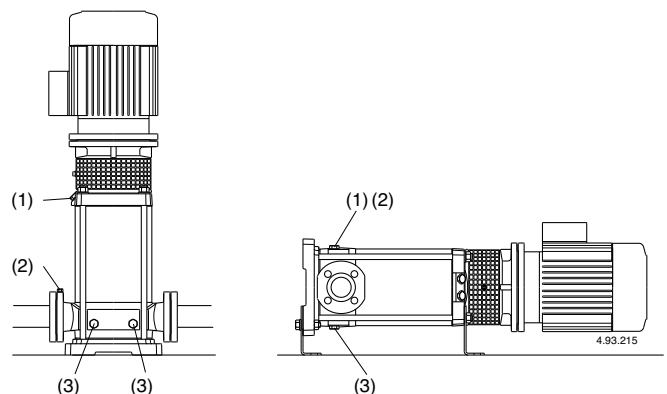

Abb. 3 (1) Auffüllung und Entlüftung:
Bei Installation der **Pumpe über dem Wasserspiegel** (Saugbetrieb, **Abb. 2A**) oder mit zur Öffnung des Rückschlagventils ungenügender Zulaufhöhe (weniger als 1 m) sind Saugleitung und Pumpe durch den Entlüftungsanschluß (1) zu füllen (**Abb. 3**)
(2) Entlüftung Saugleitung
(3) Entleerung
Wenn der **Wasserspiegel auf der Saugseite oberhalb der Pumpe** ist (Zulaufbetrieb, **Abb. 2B**) Absperrschieber in der Zulaufleitung langsam und vollständig öffnen um die Pumpe zu füllen. Dabei Schieber in der Druckleitung und die Entlüftungsöffnungen (1) (2) (**Abb. 3**) öffnen, damit die Luft entweichen kann.
Entlüftungsöffnungen (1) (2) schließen (**Abb. 3**).
Tritt ein Verlust der Wasserförderung (Unterbrechung des Förderflusses trotz offenen Absperrschiebers) bzw. eine vom Druckmaßgerät angezeigte Druckschwankung auf, ist die Entlüftung der Saugseite (2) zu wiederholen, sind die Anschlüsse der Saugleitung auf Dichtheit zu überprüfen und sind der Entlüftungs- (2) und die Entleerungs-Verschlußschrauben (3) auf der Saugseite anzuziehen (**Abb. 3**).
Die Pumpe sollte wie im Fall von zeitweiser Förderung von verschmutzten Flüssigkeiten im Anschluß kurz mit sauberem Wasser durchgespült werden, um Ablagerungen zu beseitigen. Oder es ist nach der Entleerung eine Wäsche vorzunehmen, indem sauberes Wasser (wenigstens 40 Liter) in die Auffüllöffnung (1) Druckseite gegeben wird und aus der Entleerungsöffnung (3) Saugseite austritt (**Abb. 3**).
Wird die Pumpe nicht eingesetzt, so muß sie bei Frostgefahr vollständig entleert werden. Beide Verschlußschrauben (14.12) abnehmen (Pos. 3, **Abb. 3**).
Vor der Demontage die Absperrorgane in der Zulauf- bzw. Saug- und der Druckleitung schließen und das Pumpengehäuse entleeren (**Abb. 3**).